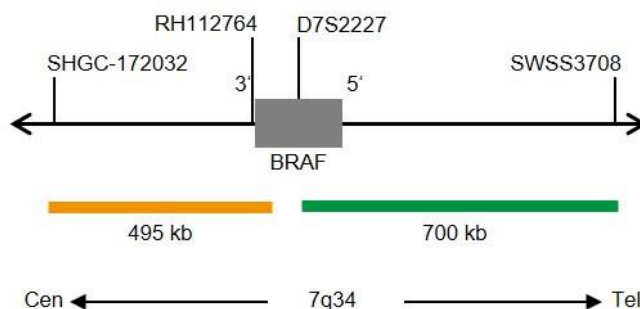

Abb. 1: SPEC BRAF Sondenlokalisation (nicht maßstabsgetreu)
- ZyGreen (Anregung 503 nm/Emission 528 nm) markierten Polynukleotiden (~10 ng/μl), die gegen Sequenzen in 7q34* (chr7:140,535,100-141,233,856) gerichtet sind, welche distal zur BRAF-Bruchpunktregion lokalisiert sind (siehe Abb. 1).
- ZyOrange (Anregung 547 nm/Emission 572 nm) markierten Polynukleotiden (~4,5 ng/μl), die gegen Sequenzen in 7q34* (chr7:139,972,721-140,469,362) gerichtet sind, welche proximal zur BRAF-Bruchpunktregion lokalisiert sind (siehe Abb. 1).